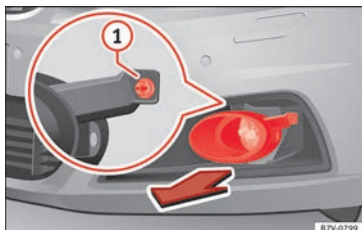

Fig. 110 Sur la partie droite du pare-chocs avant : démontage des phares.
1. Tirez le cache vers l'avant, dans le sens de la flèche » **fig. 110**.
2. Desserrez la vis de fixation » **fig. 110** ① avec le tournevis inclus dans l'outillage de bord » page 86.
10. Serrez la vis de fixation » **fig. 110** ① avec le tournevis.
11. Placez le cache sur le pare-chocs » **fig. 110**.